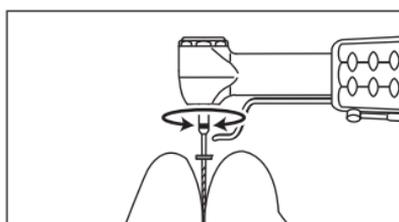
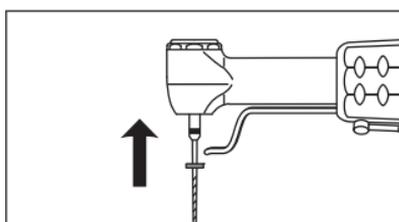

Fig. 4
Fig. 5
- 5) Insira a lima endodôntica na cabeça. Gire levemente a lima até que ela se conecte com o mecanismo de travamento (Fig. 4) Pressione para dentro até encaixar. (Fig.5)